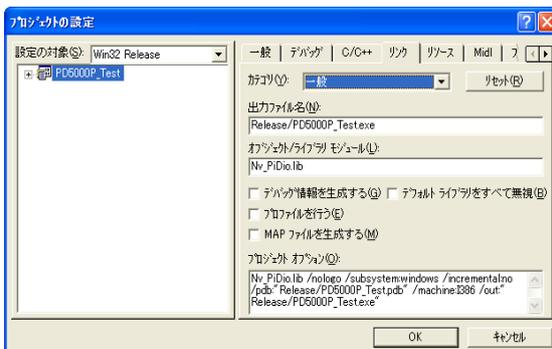

図 4.3-1 VC++6.0 プロジェクトの設定
- ① ¥Lib¥VC6 フォルダに入っている2つのファイル Nv_PiDio.lib と Nv_PiDio_DLL.h を開発するアプリケーションのフォルダにコピーしてください。
- ② 開発するアプリケーションのプロジェクトに Nv_PiDio_DLL.h ファイルを追加登録してください。また、API 関数を使用するソースファイルに Nv_PiDio_DLL.h を include して下さい。
- ③ VC++6.0 の場合は、「プロジェクト」-「設定」で「リンク」タブを選択し「オブジェクト/ライブラリモジュール」に Nv_PiDio.lib を追加して下さい。(「図 4.3-1 VC++6.0 プロジェクトの設定」を参照。)